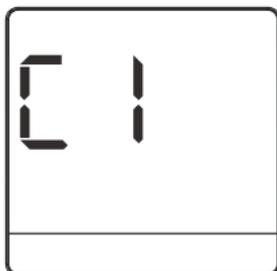

Figura 4.3
① Mantenga pulsados  y  en el control remoto al mismo tiempo durante 8 segundos para ir al estado de configuración avanzada de los parámetros. Aparecerá «C1» en la zona de visualización de temperatura (consulte la figura 4.3).